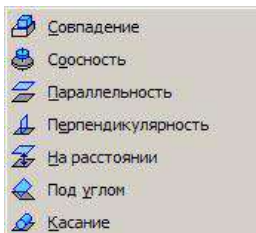

Рисунок 9.7 – Спливаюче меню пункту «Сопряжения компонента» випадаючого меню в режимі «Сборка»
- «Сопряжения компонентов» викликає спливаюче меню (рис. 9.7), що включає кілька пунктів: